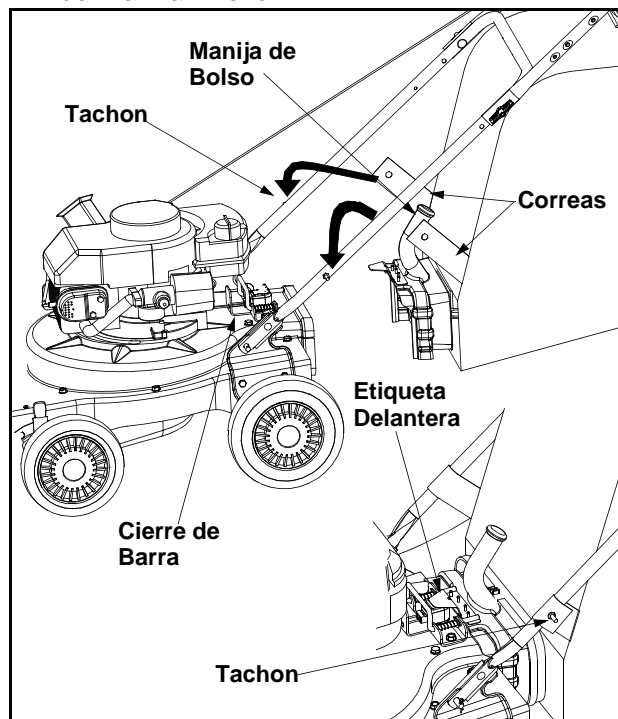

Figura 5
- Asir el mango del recolector con una mano y, con la otra mano, tirar de la varilla de fijación en la escuadra de montaje hacia el motor. Use el final de soporte de montaje como el apalancamiento deslizando la barra que se cierra. Ver la Figura 5.